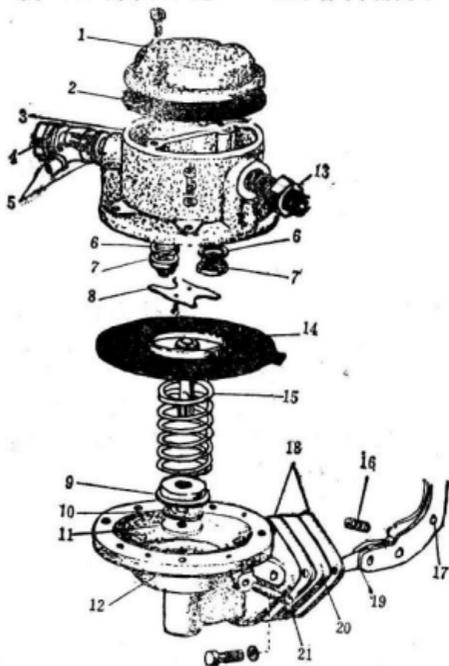

图1-20 丰田日冕RT81汽油泵
(9) (图1-20) 为丰田日冕 RT81型小客车汽油泵。